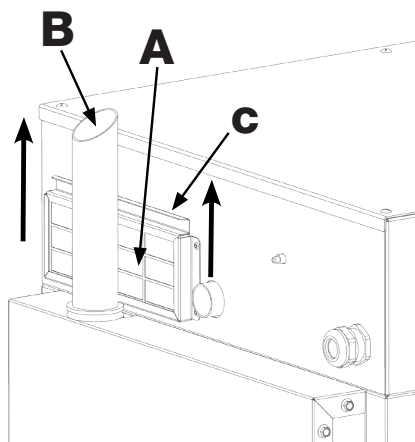

Fig. 10
Le filtre se trouve au dos du four (**Réf.A - Fig.10**).
1. Saisir la languette du filtre (**Réf.C-Fig.10**) et la soulever pour extraire haut le filtre de son logement.
L'évacuation de l'humidité (**Réf.B Fig.10**) expulse les vapeurs des produits à l'intérieur de la chambre de cuisson.